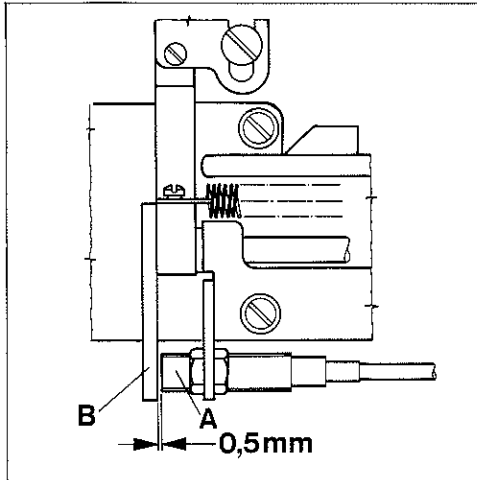

Fig.34
Preliminarily set switch (A, Fig. 34) so that the distance between face of switch and bracket with magnet (B) is approx. 0,5 mm (approx. 1/64 in.) (see Fig. 34).
Stellen Sie den Schalter (A, Fig. 34) vorläufig so, daß zwischen Stirnseite Schalter und dem Halter mit Magnet (B) ein Abstand von etwa 0,5 mm ist (siehe Fig. 34).